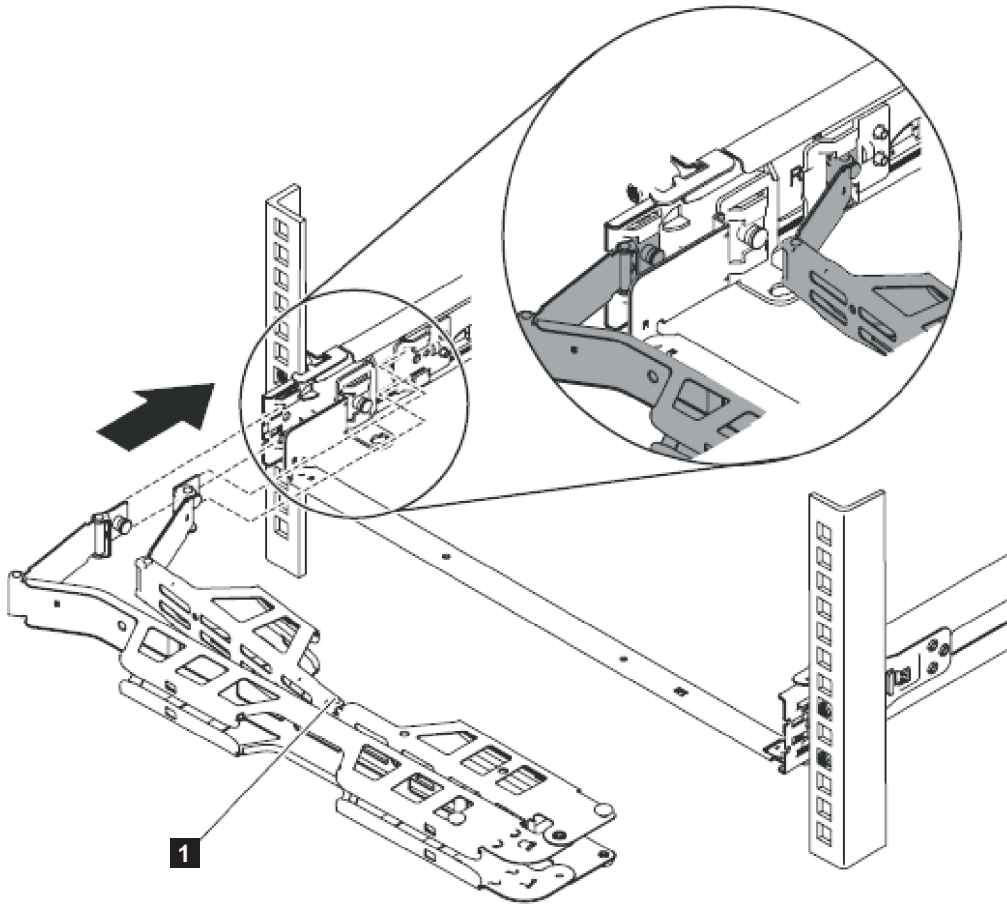

图 27. 安装电缆管理臂
2. 如第 30 页的图 27 所示，安装电缆管理臂。
注：如图 27 中的 **1** 所示，确保臂上的结点面向 SAN Volume Controller 2145-CG8。